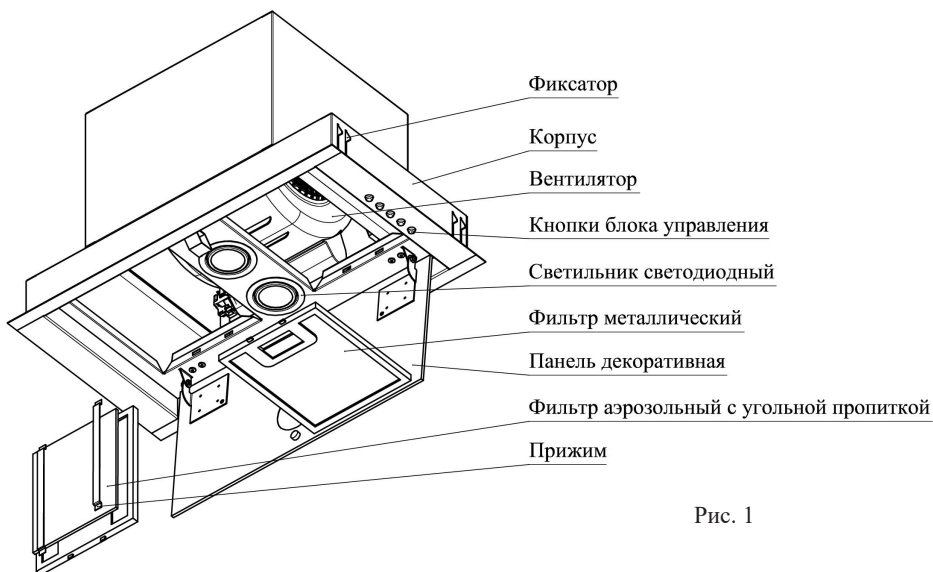
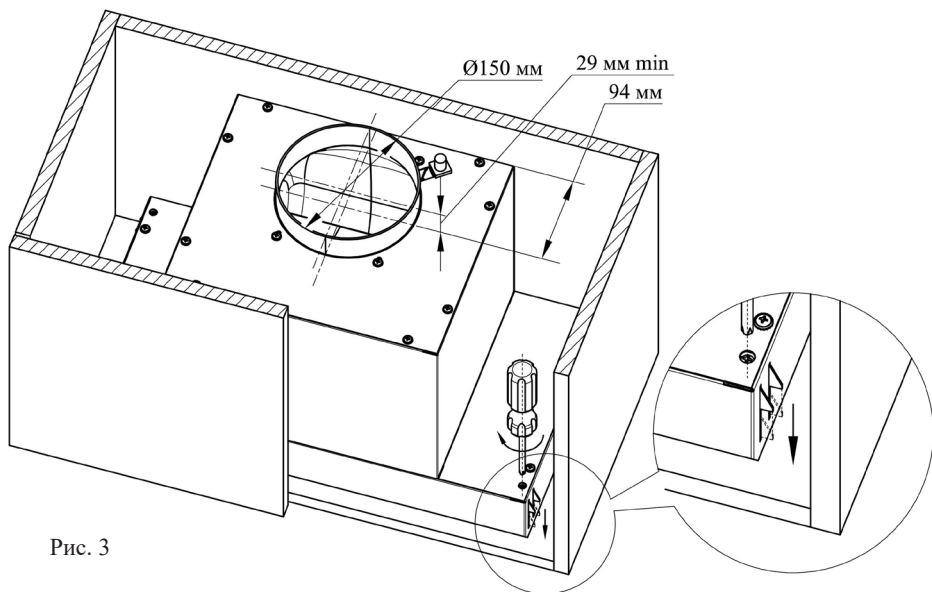

Рис. 1
Рис. 3
Внутри корпуса воздухоочистителя (рис.1) располагаются вентилятор и светильники светодиодные. Снизу корпуса размещены фильтры металлические, фильтры аэрозольные с угольной пропиткой и панель декоративная. Справа, на нижней поверхности расположены кнопки управления работой воздухоочистителя. В верхней части корпуса воздухоочистителя находится фланец вентилятора для отвода очищенного воздуха (рис.3). На боковой поверхности размещены фиксаторы предназначенные для монтажа воздухоочистителя в мебель.
- 6.3 Заведите воздухоочиститель в подготовленный проем шкафа настенного. Обратите внимание, чтобы флажки фиксатора переместились через дно шкафа настенного и уперлись в кромку проёма. Придерживая воздухоочиститель, отверткой с крестовым шлицем заверните винты фиксатора по часовой стрелке, до надежной фиксации воздухоочистителя (рис. 3).